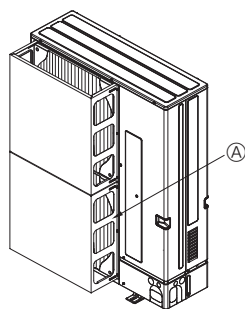

Fig. 2-4
- ② Monter en luftkanal (ekstraustyr) hvis enheten monteres på et sted der sterk vind fra en orkan osv. kan komme direkte inn i luftutløpet. (Fig. 2-4)